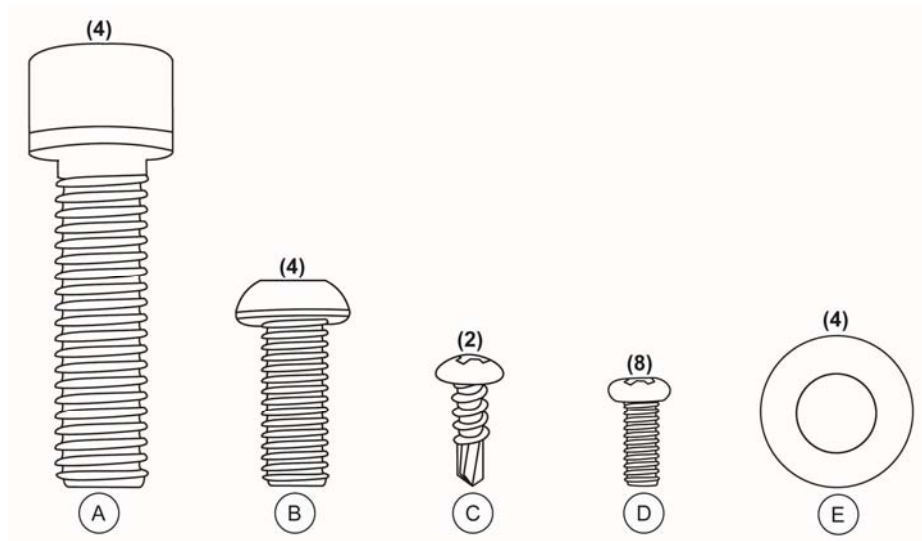

Figura 1
- (2) Cubiertas para el soporte de la pantalla (frontal y trasera)
- o Herramientas para ensamblaje (ver la figura 1 en la página 9)